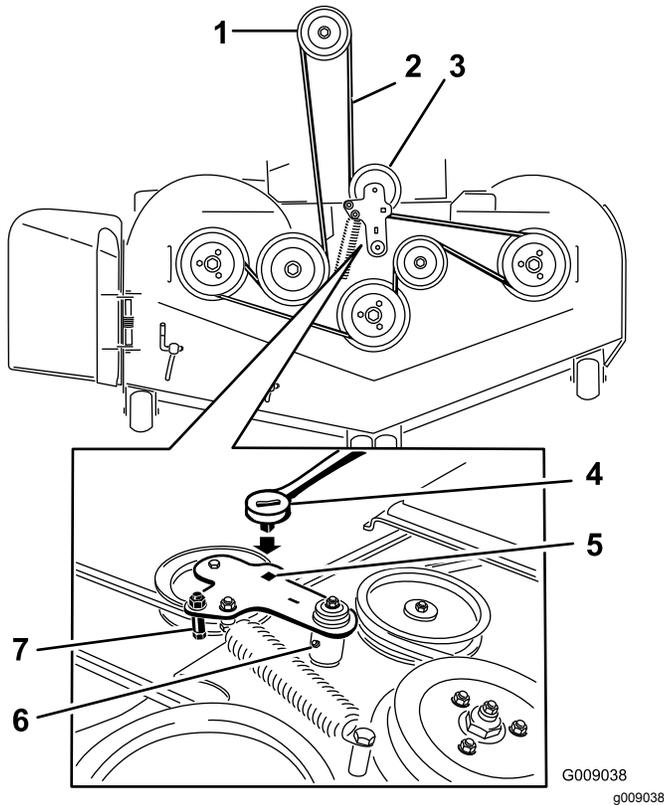

Figura 83
5. Utilice una llave de carraca en el taladro cuadrado del brazo tensor para aliviar la tensión del muelle tensor (Figura 83).
7. Instale la guía de la correa en el brazo tensor tensado con muelle indicado en Figura 83.
9. Pase la correa nueva alrededor de las poleas del cortacésped y de la polea del embrague, debajo del motor (Figura 83).
10. Instale la guía de la correa en el brazo tensor según se muestra en Figura 83.
11. Utilizando la llave de carraca en el taladro cuadrado, instale el muelle tensor (Figura 83).